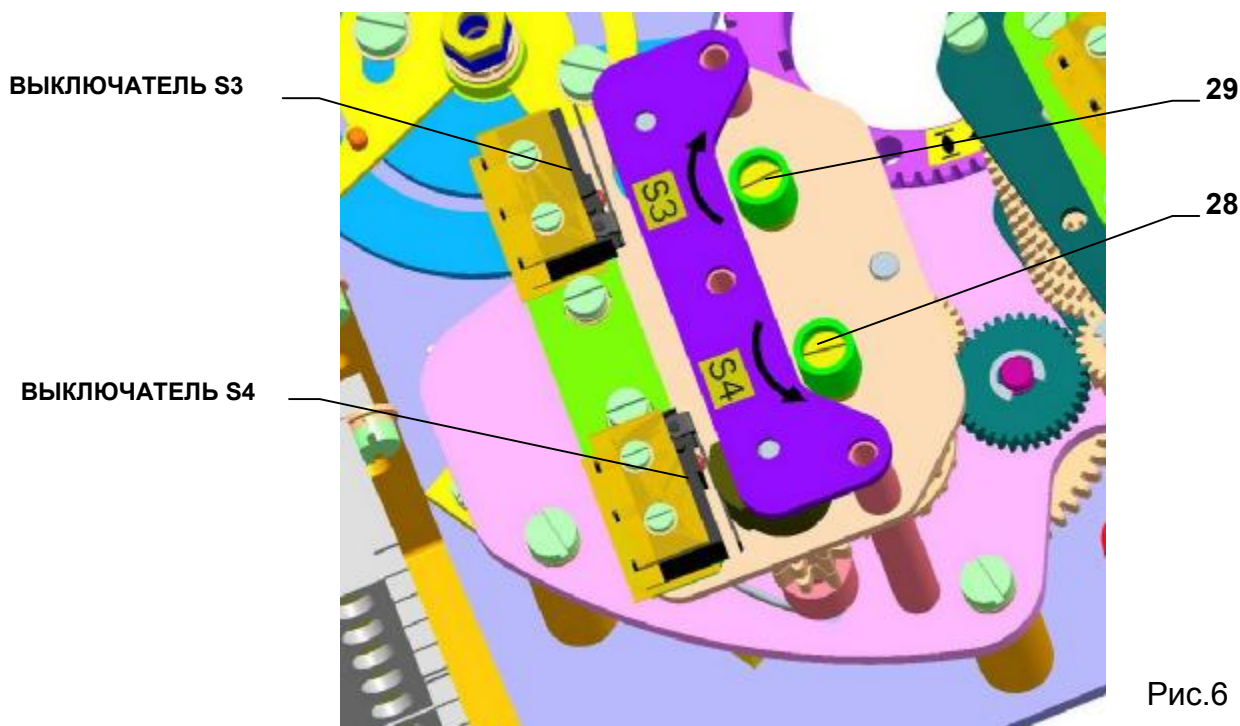

Рис.6
Проверка позиционных выключателей (рис. 6,8). При движении ЭП в направлении « закрыто » переключить контакты выключателей S4 либо S6 нажатием выключающего контакта соответствующего выключателя. При правильном подсоединении ЭП должен остановиться при переключении контактов выключателя S4 и сигнализировать при переключении контактов выключателя S6. Аналогично повторить испытание и для направления «открыто». При нажатии выключающего контакта выключателя S3 либо S5 ЭП должен остановиться, либо соответственно сигнализировать. В случае неисправности следует контролировать присоединение выключателей в соответствии с соединительной схемой.
4.2 Настройка выключателей положения S3,S4 (Рис.6)
ЭП в заводе-изготовителе настроен на 6-ий ступень хода для табл. №3 или на ход, соответствующий спецификации заказчика. При установке, настроении и перестановке выключателей положения и сигнализации поступайте следующим образом (Рис.6,7):
- ЭП перестановите в положение «открыто», электрическим путем или вручную. Если ЭП при перестановке электрическим путем, выключит от выключателя положения S3(Рис.6), отверткой вставленной в стопорный винт(29), вращайте после его оттеснения в направлении стрелки (смотри Прим. No1) и продолжайте в перстановке ЭП в положение «открыто».
- ЭП перестановите в положение «закрыто», электрическим путем или вручную. Если ЭП при перестановке электрическим путем, выключит от выключателя положения S4(Рис.6), отверткой вставленной в стопорный винт(28), вращайте после его оттеснения в направлении стрелки (смотри Прим. No1) и продолжайте в перстановке ЭП в положение « закрыто ».